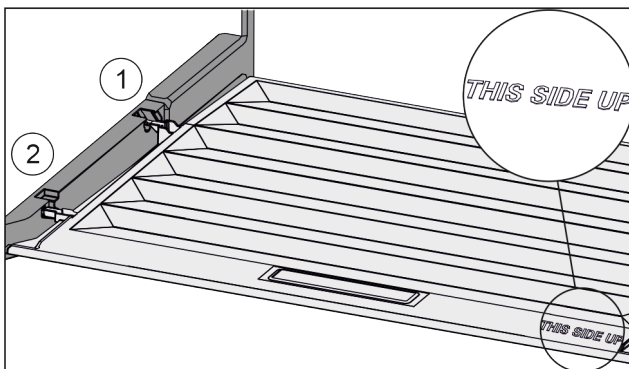

Fig. 138
- ▶ Sätt in lockbygeln över öppningen för den bakre hållaren Fig. 138 (1) och fäst den framtill i hållaren Fig. 138 (2).